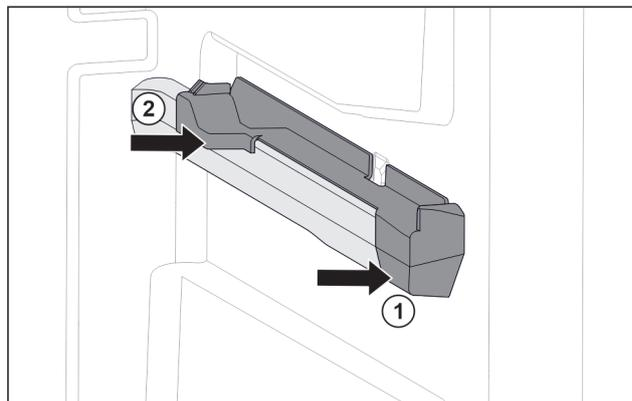

Fig. 79 右侧容器肋梁上的插装件
- ▶ 将插装件前部放到容器肋梁上。 Fig. 79 (1)
- ▶ 压紧插装件后部。 Fig. 79 (2)